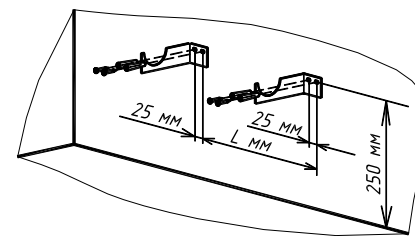

Рисунок 3 – Порядок установки кронштейнов
6.1.1 Электроконвекторы настенного варианта крепятся к стене с помощью кронштейнов согласно рис.3 в следующем порядке:
- Просверлите на стене 4 отверстия $\varnothing 8$ мм (согласно рис. 3 и таблицы 3)